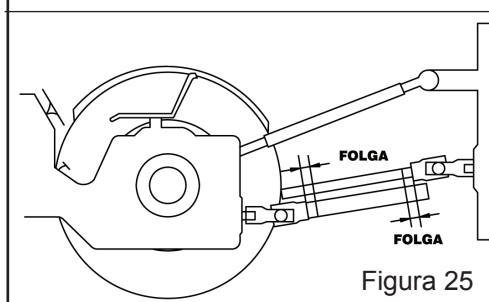

Figura 25
- d) Coloque as duas partes (macho e fêmea) paralelas (Figura 25), marque o excesso das duas partes, observando que os pedaços a serem cortados em ambas as partes devem ser iguais.